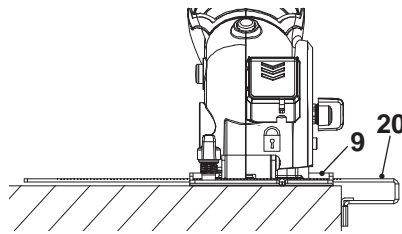

Fig. 10
1. Fije la guía paralela (20) al producto y ajústela a la anchura deseada.
3. Coloque la placa base (9) plana sobre la pieza de madera y guíe el producto de forma lateral a lo largo del borde (Fig. 10).